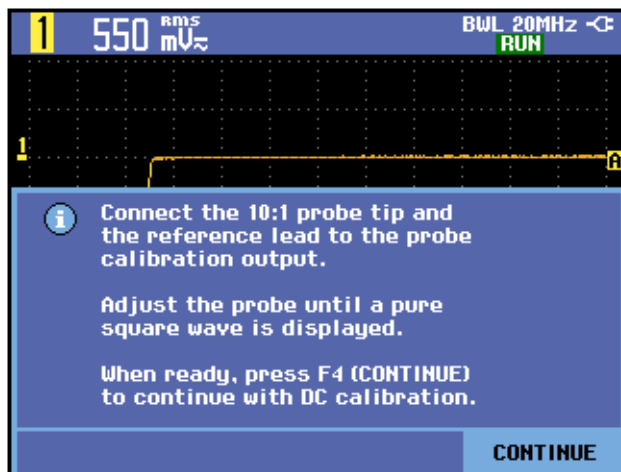

図 3: 方形波の立上りエッジ
9. 画面に方形波(約 500 Hz)の立上りエッジが表示されます。これがプローブの校正に使用する信号です(プローブの校正については『THS3000 シリーズ・オシロスコープ・ユーザ・マニュアル』を参照してください)。(図 3 参照)。